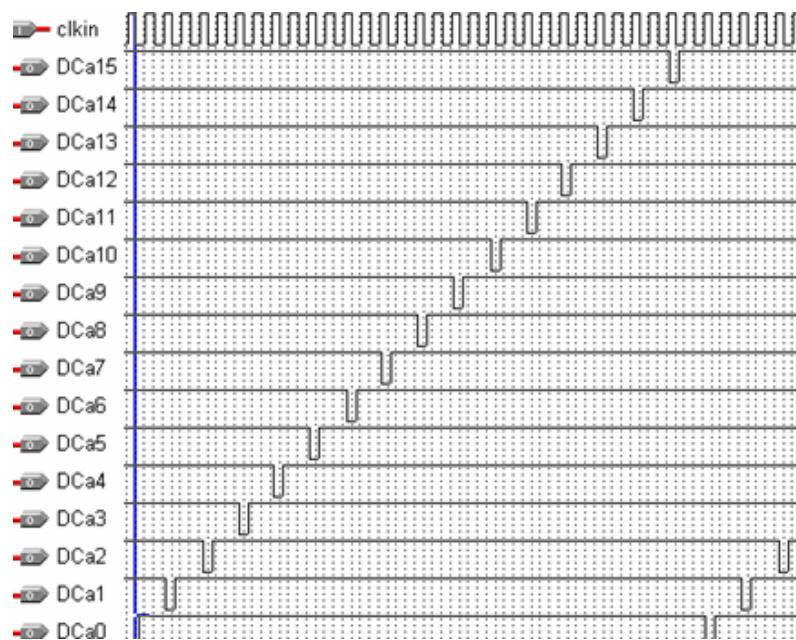

Рис. 9. Вид выходного опорного синхросигнала
2.2. Спроектировать и промоделировать блок, на вход которого поступает синхросигнал **clk** с частотой, заданной по варианту, а на выходе формируется 16-разрядный сигнал, представляющий собой 16 опорных синхроимпульсов **DСa** (рис.9). Сигнал должен представлять собой 16 разрядную шину. Форма синхроимпульсов представлена на рис 9. Вариант делителя частоты **clk** для получения сигнала с частотой **clkin** указан в таблице вариантов.